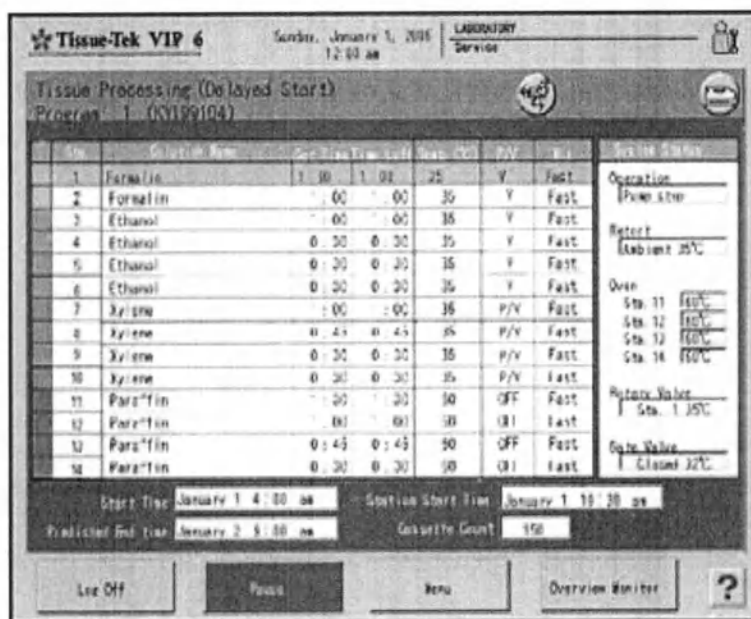

Рис.117 Открытие подробного монитора отложенного запуска
- Чтобы открыть подробный монитор отложенного запуска, нажмите кнопку «**Detailed Monitor**» (Подробный монитор) (Рис. 117).